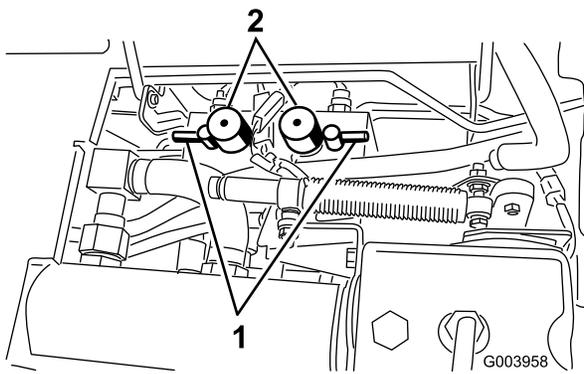

Figure 85
5. Réglez les boutons de vitesse des cylindres à la position 1 (Figure 85).
- 6. Sélectionnez les leviers de rodage avant, arrière ou les deux pour déterminer les plateaux qui doivent être rodés (Figure 85).